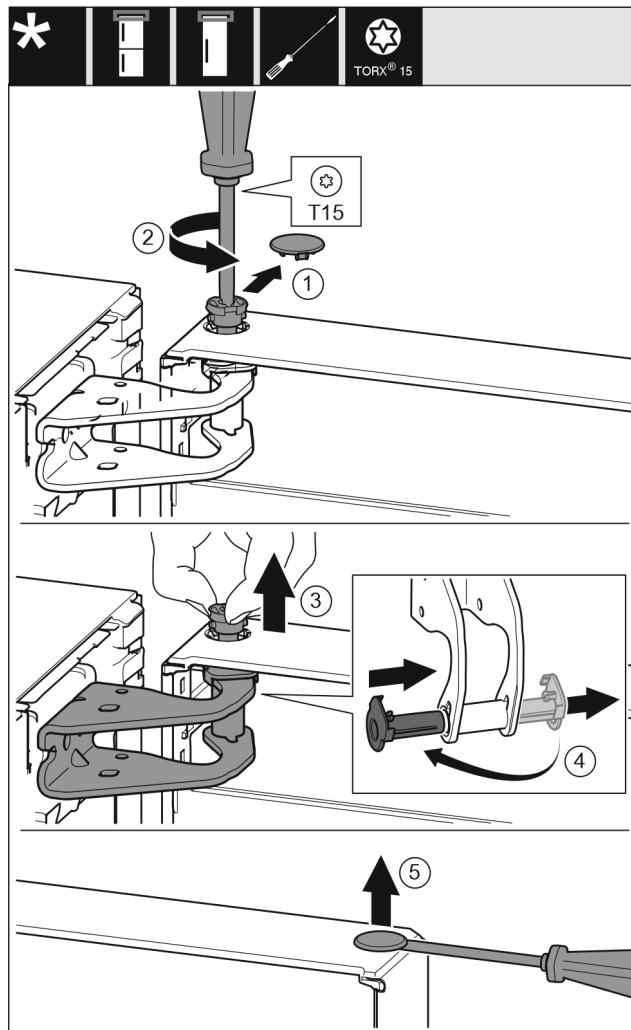

Fig. 12
- ▶ Bezpečnostní kryt opatrně stáhněte. Fig. 12 (1)
- ▶ Šroubovákem T15 o kousek vyšroubujte čep. Fig. 12 (2)
- ▶ Dveře podržte a čep vytáhněte prsty. Fig. 12 (3)
- ▶ Vytáhněte ložiskové pouzdro z vedení. Vložte z druhé strany a zaklapněte. Fig. 12 (4)
- ▶ Plochým šroubovákem opatrně nadzvedněte zátku z ložiskového pouzdra dveří a vytáhněte ji. Fig. 12 (5)